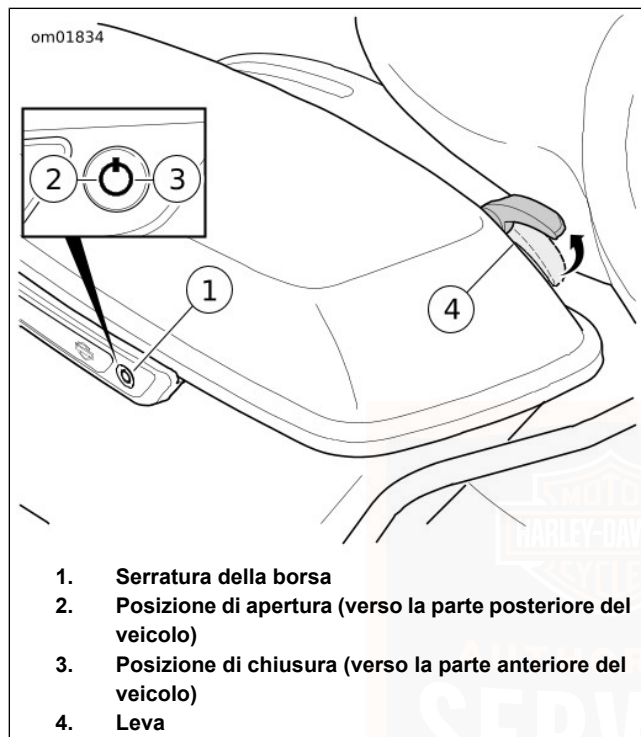

Figura 51. Borsa
Chiave: Vedere Figura 51. Inserire la chiave e ruotare di un quarto di giro verso la parte anteriore del veicolo. Per estrarre la chiave, riportarla al centro.
Chiave: Vedere Figura 51. Inserire la chiave e ruotare di un quarto di giro verso la parte posteriore del veicolo. Per estrarre la chiave, riportarla al centro.
1. Vedere Figura 51. Sbloccare la borsa.
1. Vedere Figura 51. Chiudere il coperchio della borsa.
1. Vedere Figura 51. Aprire la borsa.